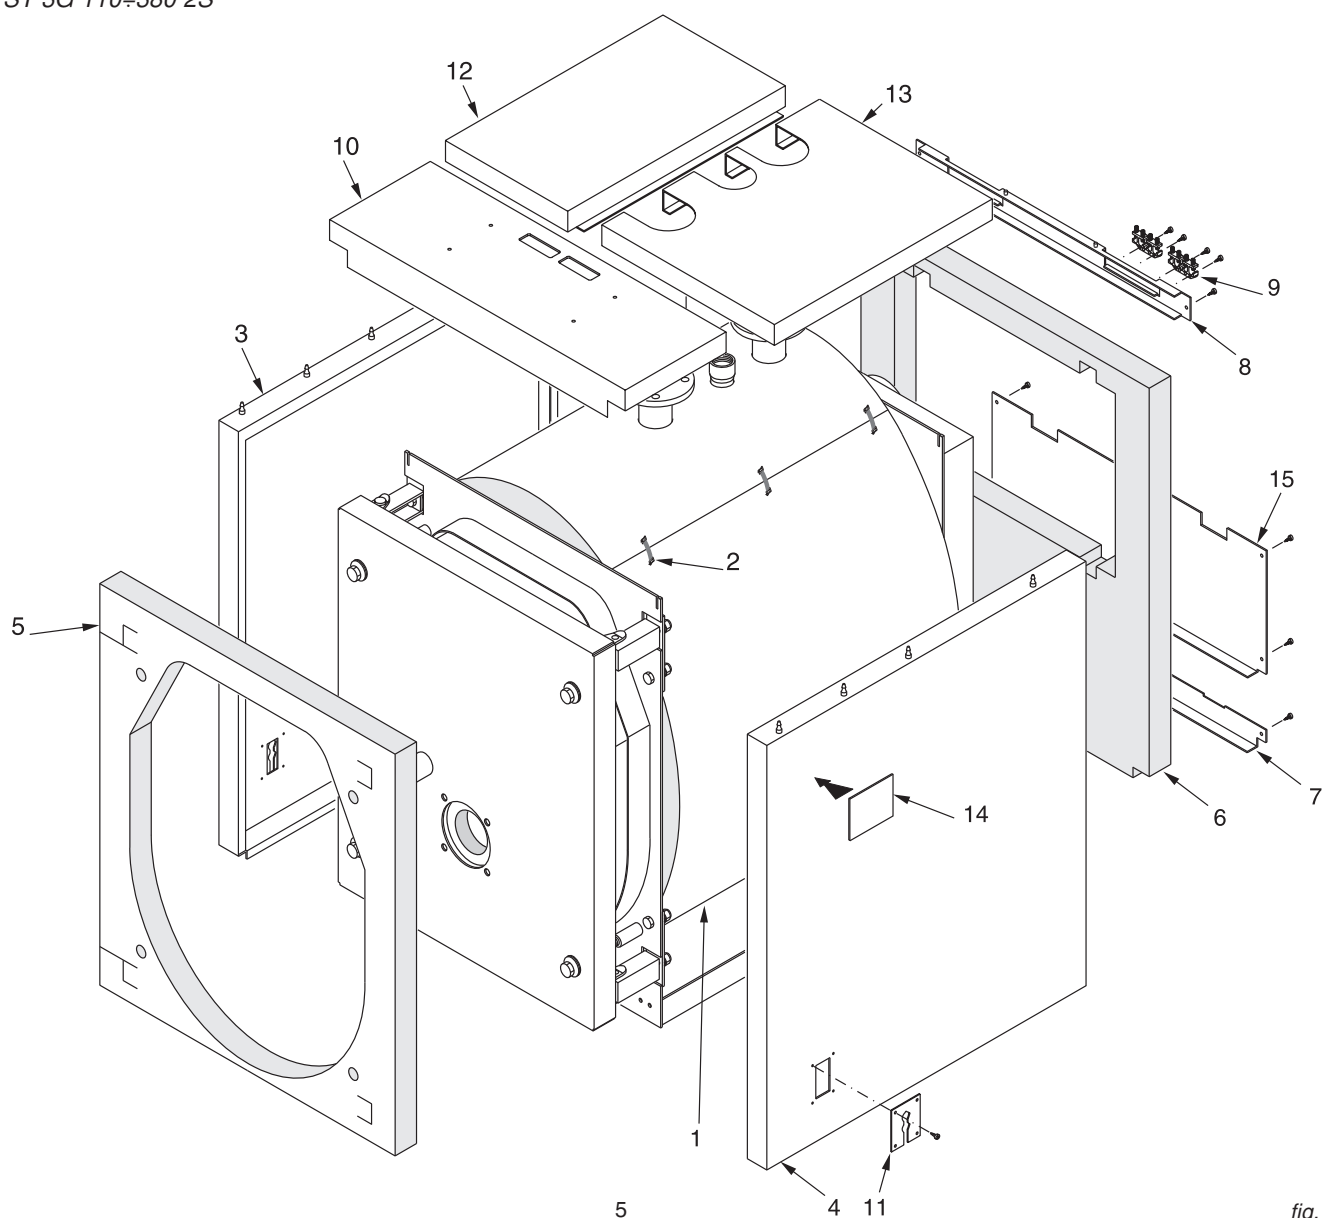

fig. 26
N.B. Per i modelli compresi tra **TST 3G 110 2S** e **TST 3G 380 2S** (rif. fig. 26 e 27), il mantello e l'isolamento sono contenuti in 1 imballo marcato:
Sequenza di montaggio (Rif. fig. 26 e 27)